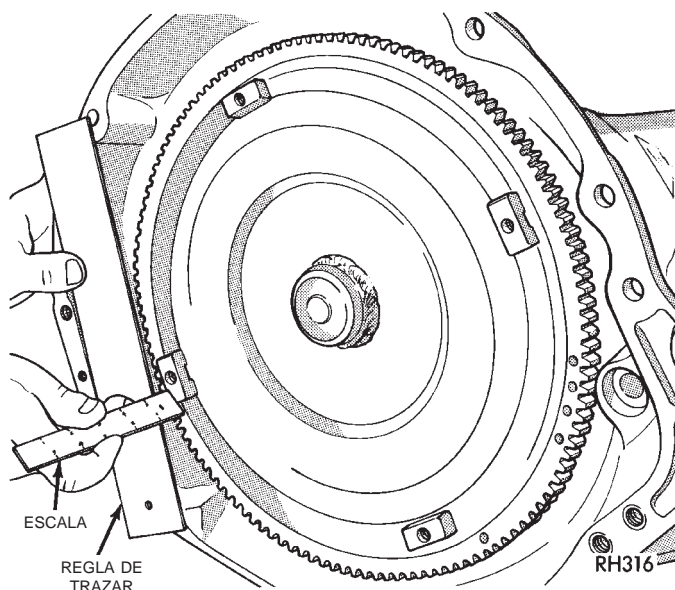

Fig. 20 Verificación del asentamiento del convertidor de par
(3) Alinee el convertidor de par con la abertura de la junta de la bomba de aceite.
(4) Inserte la maza del convertidor de par en la bomba de aceite.
(5) Mientras empuja el convertidor de par hacia adentro, hágalo girar hasta que asiente completamente en los engranajes de la bomba de aceite.
(6) Verifique el asentamiento del convertidor con una escala y una regla de trazar (Fig. 20). La superficie de las orejetas del convertidor debe estar a 12,7 mm (1/2 pulgada) de la parte posterior de la regla de trazar cuando el convertidor está totalmente asentado.
(7) Si fuese necesario, sujete temporalmente el convertidor con el gato de carpintero fijado a la cubierta del convertidor.
(8) Instale la transmisión en el vehículo.
(9) Llene la transmisión con el líquido recomendado.